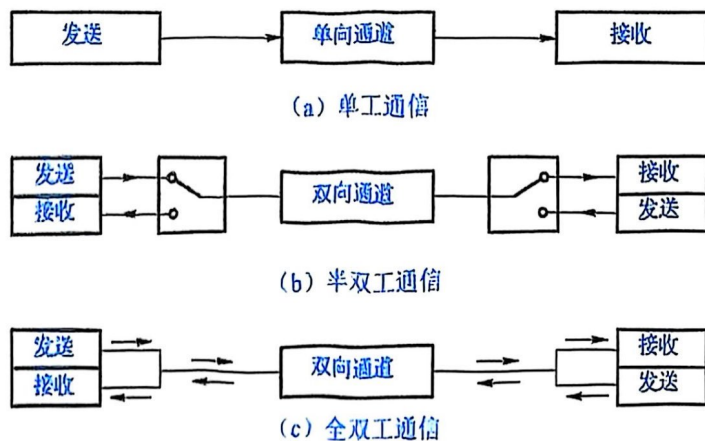

图 7-5 串行通信方式
串行通信按照数据传送的方向可分为单工、半双工和全双工 3 种方式,如图 7-5 所示。
- ④ **单工通信**: 数据只能单向传送。通信双方只具有发送数据或接收数据一种功能,若一方为发送端,则另一方只能是接收端,它们形成单向连接,只允许数据按照一个固定的方向传送,如图 7-5 (a) 所示。
- ④ **半双工通信**: 数据可以双向传送。通信双方均具有发送数据和接收数据两种功能,但发送和接收不能同时进行。通信时,数据只能在一个方向上传送,如图 7-5 (b) 所示。
- ④ **全双工通信**: 数据可以双向传送。通信双方均具有发送数据和接收数据两种功能,而且通信时,数据能够同时在两个方向上传送,如图 7-5 (c) 所示。